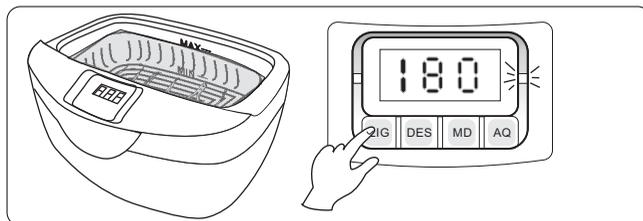
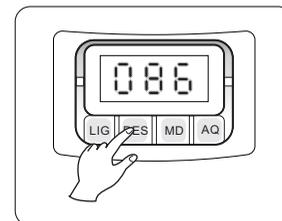

Fig. 14
Fig. 15
- 7▶ Pressione a tecla **LIG** para iniciar a limpeza (Fig. 14), neste momento o operador ouvirá o ruído típico do funcionamento do equipamento, ou seja, a cavitação. Para interromper o ciclo temporariamente pressione a tecla **DES** (Fig. 15), para retomar a limpeza pressione **LIG** novamente.